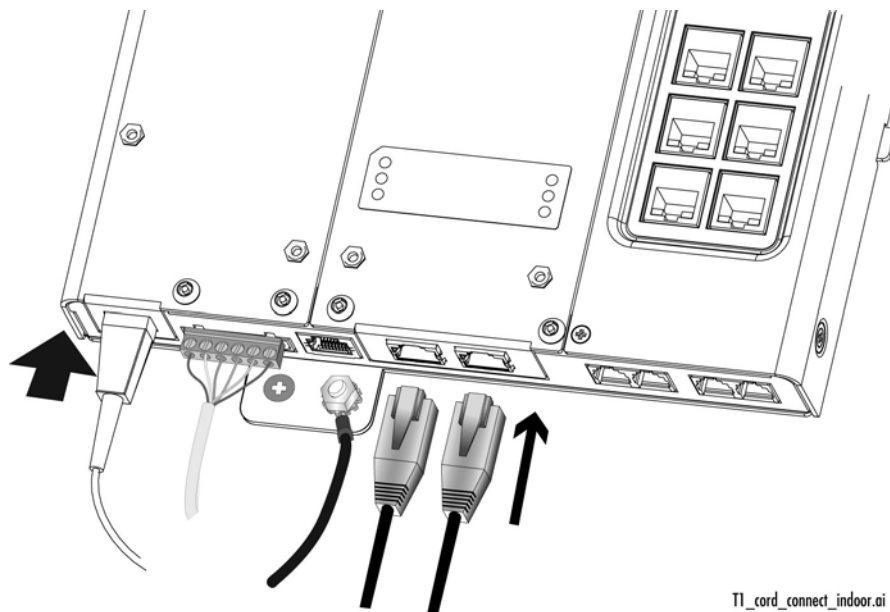

Figure 23. Connecting the DS1/T1 cable(s)
1. Connect the RJ-45 cable(s) to the DS1/T1 card, as shown in Figure 23